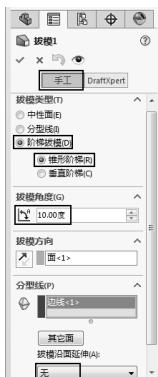

图 6-68 “拔模”属性管理器
- 05 在属性管理器中的“拔模角度”图标后的选项框中，将角度值修改为 10，然后按 Enter 键，并选择“拔模沿面延伸”下的“无”，其属性管理器如图 6-68 所示。